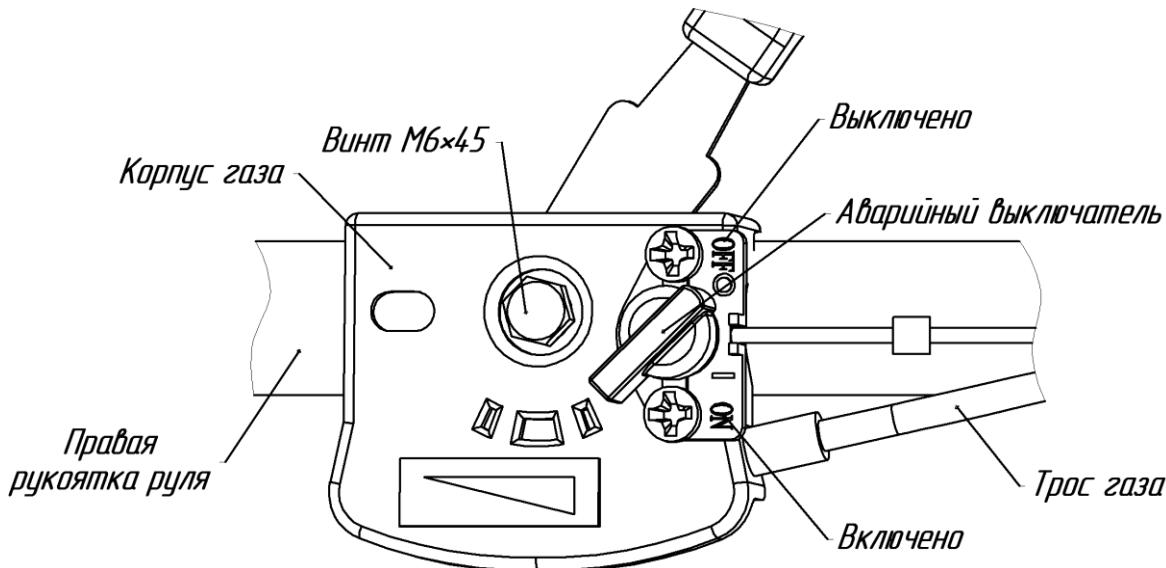

Рис.12. Механизм управления дроссельной заслонкой (газом) двигателя.
- установить ручку газа на рукоятке руля в положение "О" ("СТОП") (рис.10) или аварийный выключатель в положение "OFF" (рис.12);